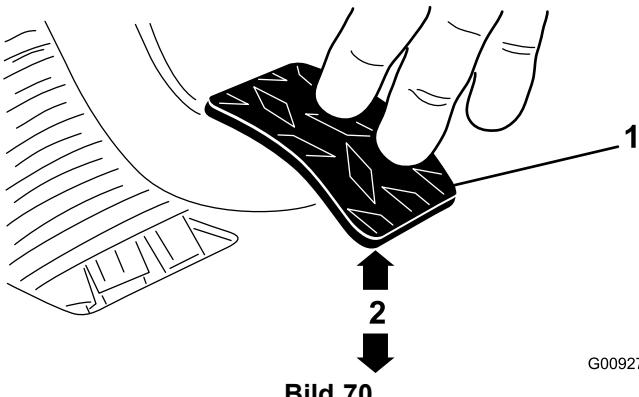

Bild 70
3. Stellen Sie die Klemmmuttern oder das Kugelgelenk ein, bis sich die untere hintere Kante des Kupplungspedals  $9,5 \text{ cm} \pm 0,3 \text{ cm}$  von der Oberseite des Bodenplattensternmusters befindet, wenn Sie eine Kraft von 1,8 kg auf das Pedal aufbringen (Bild 70).